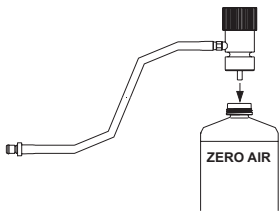

Figura 5
5. Instale el regulador en el gas de referencia del cilindro de aire de puesta a cero (figura 5).